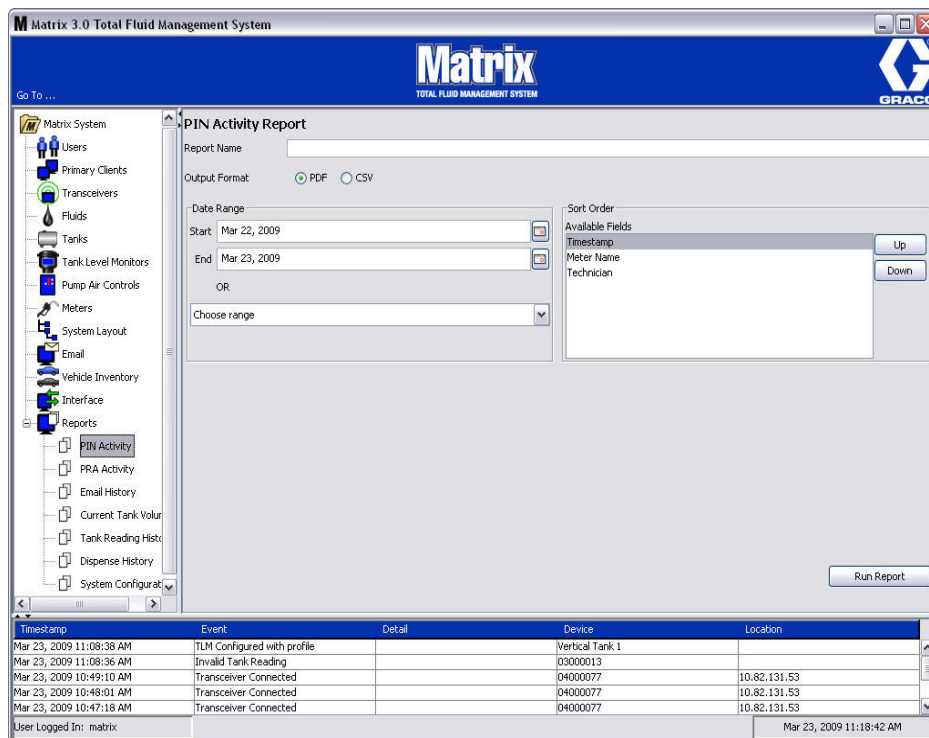

Рис. 167
- Экран «PIN Activity» [Активность PIN (персонального идентификационного номера)] (Рис. 167).